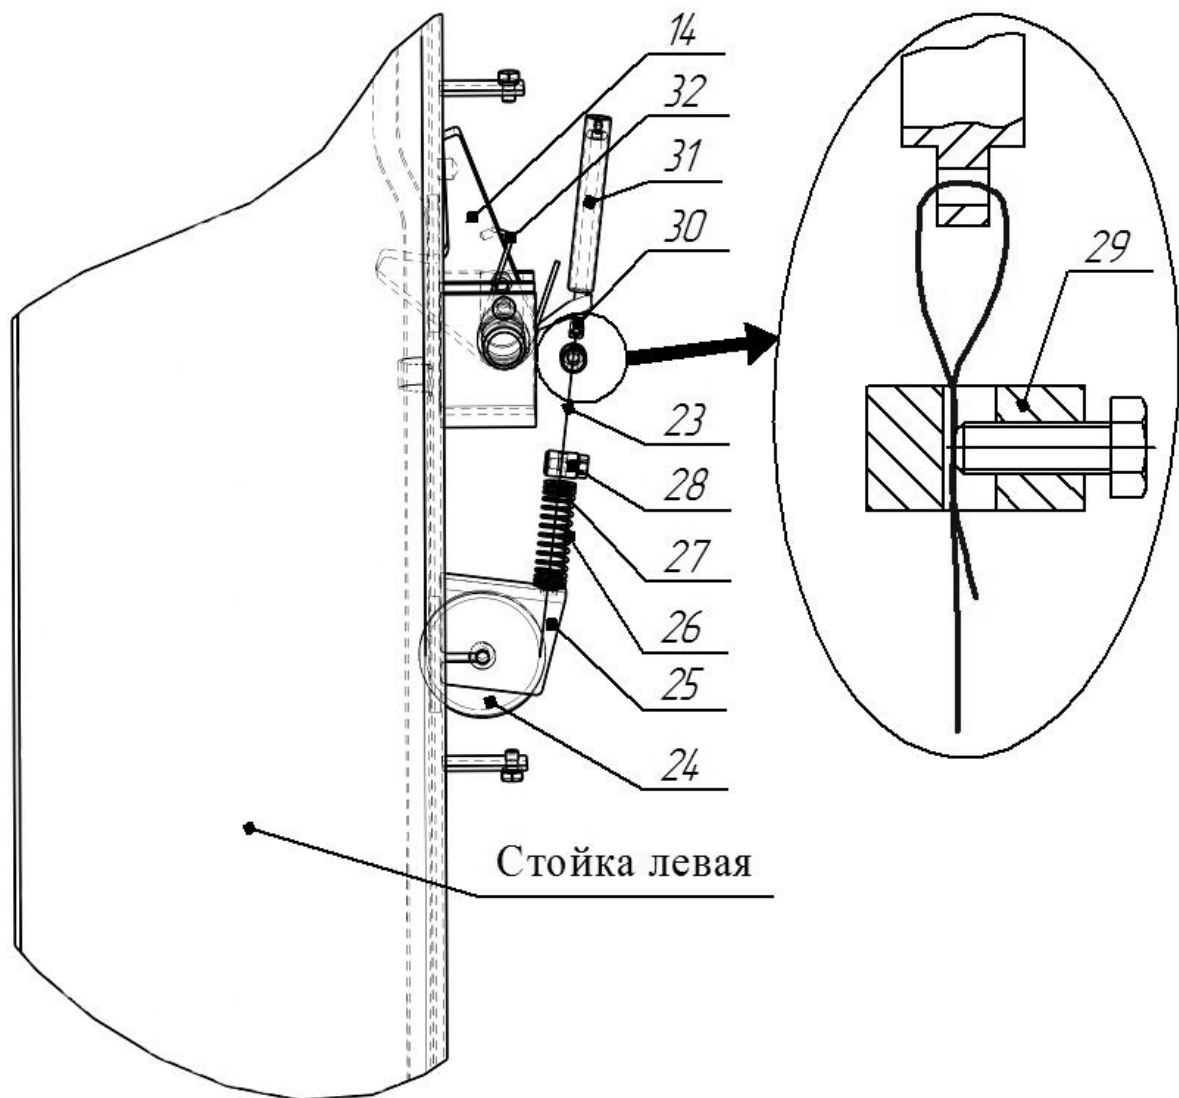

Рисунок 6.4 - Система стопорения кареток
6.6 Установить тросик системы стопорения (рисунок 6.4). Для этого снять крышку, закрывающую стопор-защелку 14 на левой стойке 2, отвернув два винта М6х10. Тросик 23 системы стопорения, закрепленный на правой стойке 1 (с насосной станцией 15), протянуть через блоки, направляющие трубки в перекладине 3 к стойки левой 2 и вывести через блок 24 и отверстие в кронштейне 25 наружу. На свободный конец тросика надеть пружину 26 со втулками 27, выбрать слабины тросика и затянуть зажим 28, с помощью болта М6х10.